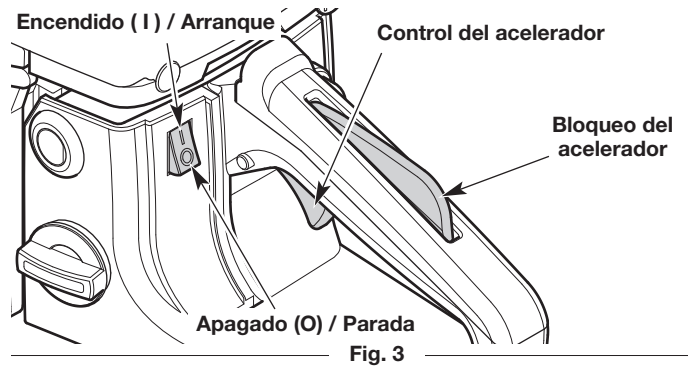

Fig. 3
5. Mueva el interruptor de encendido/apagado a la posición **On** (encendido) (Fig. 3).
**NOTA:** **NO** toque el control del acelerador hasta el paso 14 (Fig. 3).
8. **NO** toque el control del acelerador (Fig. 3). Coloque la unidad sobre una superficie plana y nivelada. Despeje el área de cualquier objeto que podría entrar en contacto con la cadena de la sierra.
2. Mueva el interruptor de encendido/apagado a la posición **Off** (apagado) (Fig. 3). Espere a que la cadena de la sierra se haya detenido completamente.